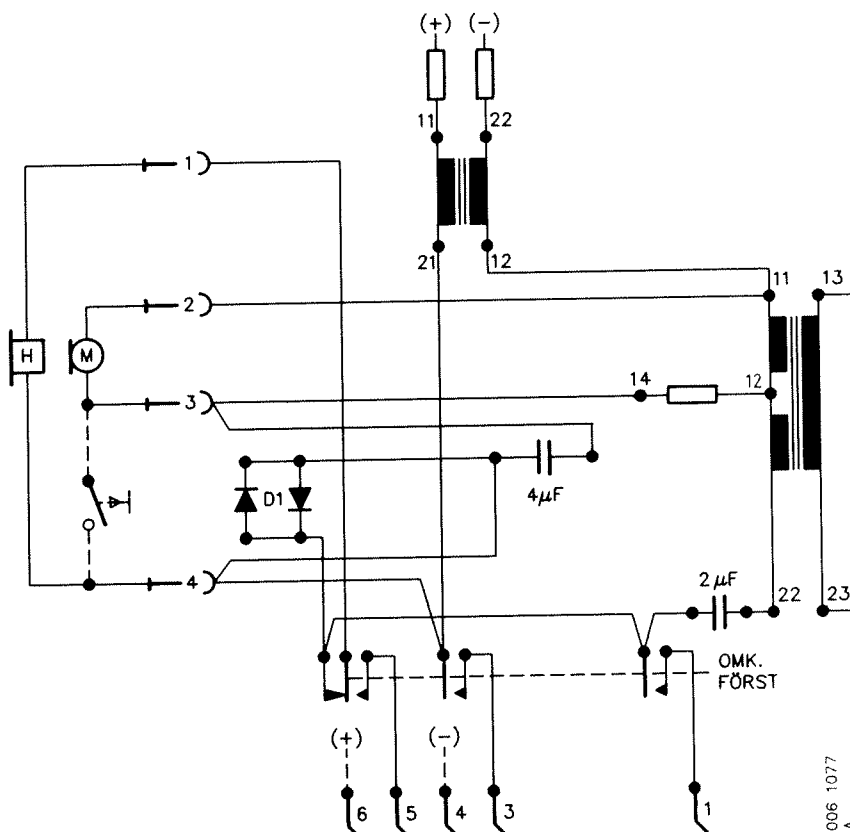

Bild 34. Enhetens koppling före modifiering
- Bild 34 visar enhetens koppling före modifiering.